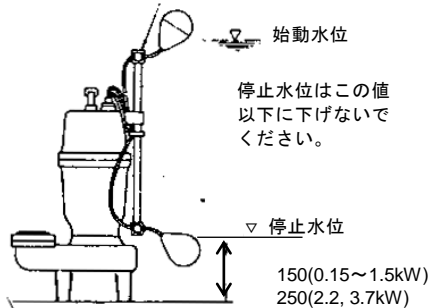

図 4
- 9) 自動形ポンプ (DVRA 型) は図 4 の通りにフロート位置を設定してください。なお、フロートスイッチが水槽の壁面や配管などに接触すると、フロートが動かなくなり、ポンプが始動停止しないことがありますので障害物から離してください。